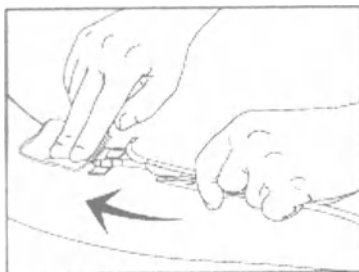

Рисунок 02
- Поверните зажим-протектор так, чтобы изогнутый лепесток был направлен вверх, и передвиньте зажим вперед по направлению к канюле. Переместите зажим-протектор вперед так, чтобы нижняя кромка располагалась под крылышками, затем снимите лейкопластырь с крылышек. См. рисунок 02: